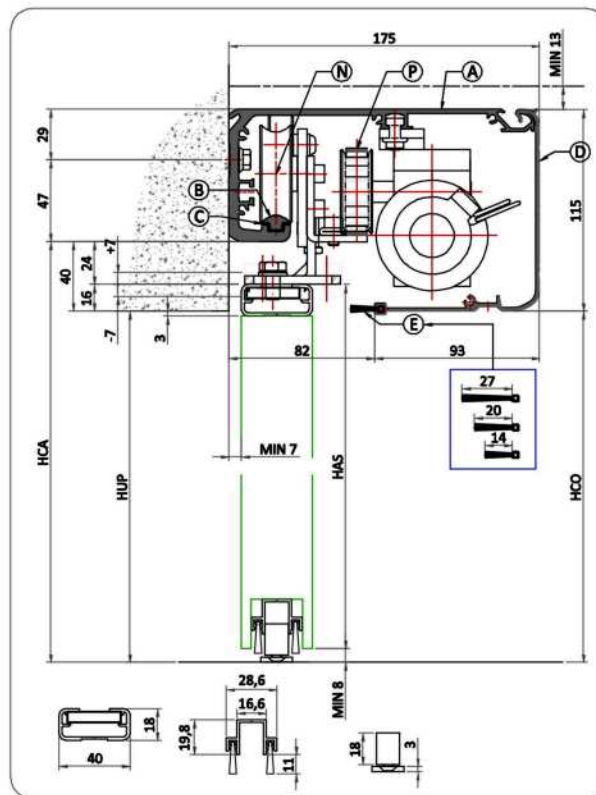

Fig. 1
DIMENSIONES	Vea la Fig. 1
- A- Cabezal en aluminio extruido Ver fig.1,
- B- Guía de deslizamiento en aluminio extruido Ver fig.1,
- C- Goma antivibración para la guía de deslizamiento Ver fig.1,
- D- Cubierta en aluminio extruido Ver fig.1,
- E- Cepillo (opcional, disponible en 3 tamaños) Ver fig.1,
- F- Burlete en aluminio extruido (opcional) Ver fig.1,